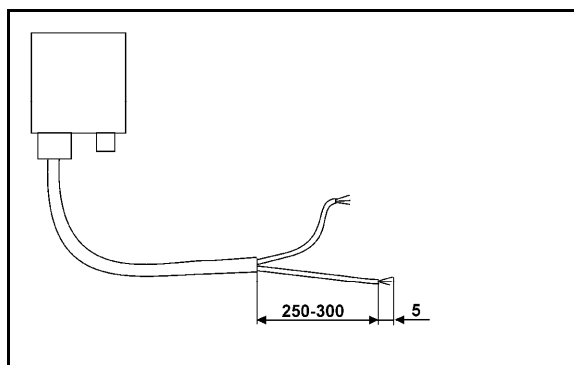

Fig. 3
Exemple (Fig. 3/6)
- Figure 3
3. Enlevez la gaine extérieure en bout de câble (Fig. 3) sur 250 à 300 mm.
- Dénudez les extrémités des fils (Fig. 3) sur 5 mm.